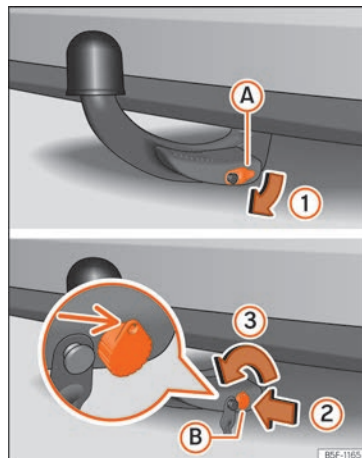

Fig. 175 Démonter le crochet d'attelage
- Retirez le cache (A) de la serrure (1) » fig. 175.
- Insérez la clé (B) dans la serrure (2) » fig. 175.
- Tourner la clé d'un demi-tour vers la gauche (3), jusqu'à ce que le trou de la clé soit orienté vers le bas » fig. 175.